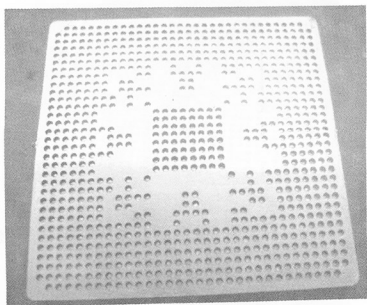

图4-38 将专用钢网放量在芯片上
(5) 将专用钢网放置在芯片上，对齐孔位，如图4-38所示。